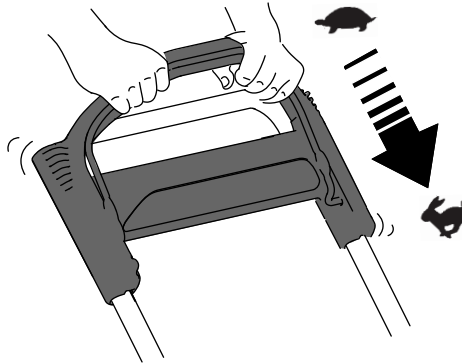

Rysunek 10
2. Wsuń przycisk rozrusznika elektrycznego do stacyjki elektrycznej (A na Rysunek 10).
3. Przyciągnij dźwignię sterującą ostrzem do uchwytu i przytrzymaj w tej pozycji (B na Rysunek 10).
4. Naciśnij przycisk rozrusznika elektrycznego i przytrzymaj go do momentu uruchomienia silnika (C na Rysunek 10).